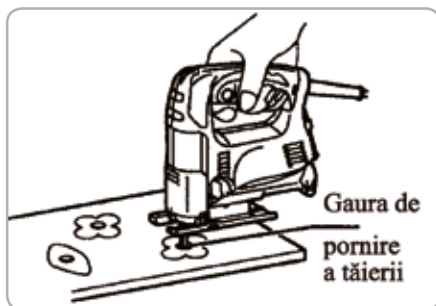

Fig.9
- Introduceți lama în această gaură pentru a începe tăierea.(Fig. 9)